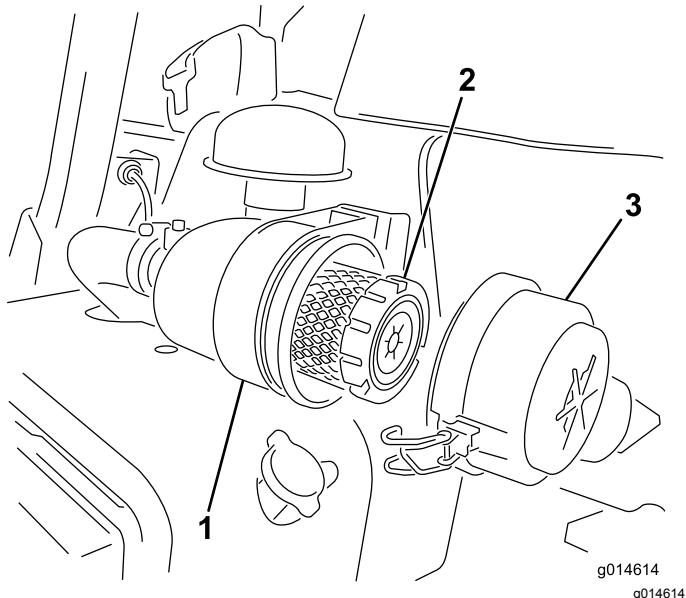

図 38
- エアクリーナのカバーをボディーに固定しているラッチを外す図 38。
- ラッチをしっかりと掛ける図 38。